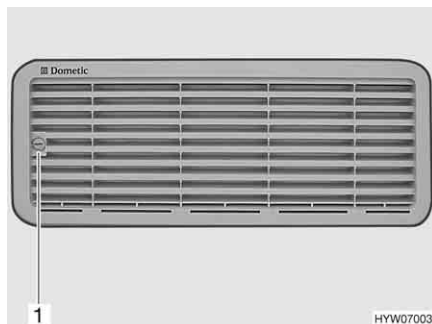

Fig. 43 Grille d'aération du réfrigérateur
- Tourner la vis (Fig. 43,1) d'un quart de tour à l'aide d'une pièce de monnaie.